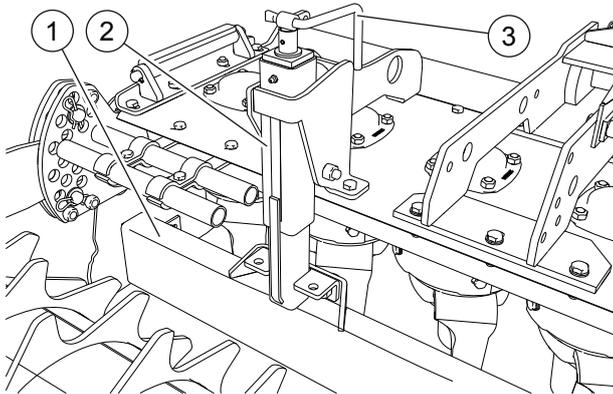

Abb. 33
Zum Ebenen und weiteren Zerkleinern des Bodens ist die Maschine mit der Planierschiene **1**, „Abb. 33“ ausgestattet, die hinter den Werkzeugen angeordnet ist und deren Höhe mit den Schrauben **2** mit Kurbel eingestellt werden kann. Die Arbeit soll bei Planierschiene in hoher Stellung begonnen werden. Die Stange durch Drehen der Kurbel **3** auf die gewünschte Position einstellen. Bei der Einstellung die Planierstange möglichst nahe und parallel zum Boden halten.
- Die Schrauben **2** lösen „Abb. 33“.